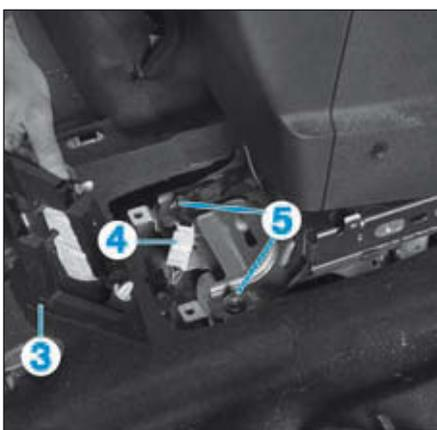

FIG.3
- Dégrafer et déposer le cache (3) situé à l'avant de la console (Fig.3).
- Débrancher le connecteur (4).
- Déposer les écrous (5).